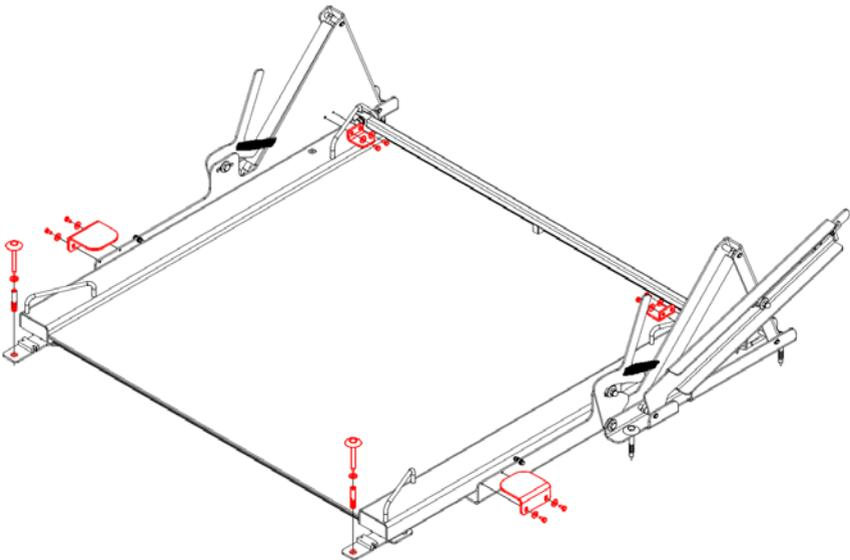

Abbildung 13. Montage von Plattformelementen und Einzelankern
8. Entfernen Sie die Rampe, installieren Sie die Begrenzer der Wägeplattform-Hebevorrichtung und befestigen Sie jeden der Füße mit einem Anker (Abbildung 13).